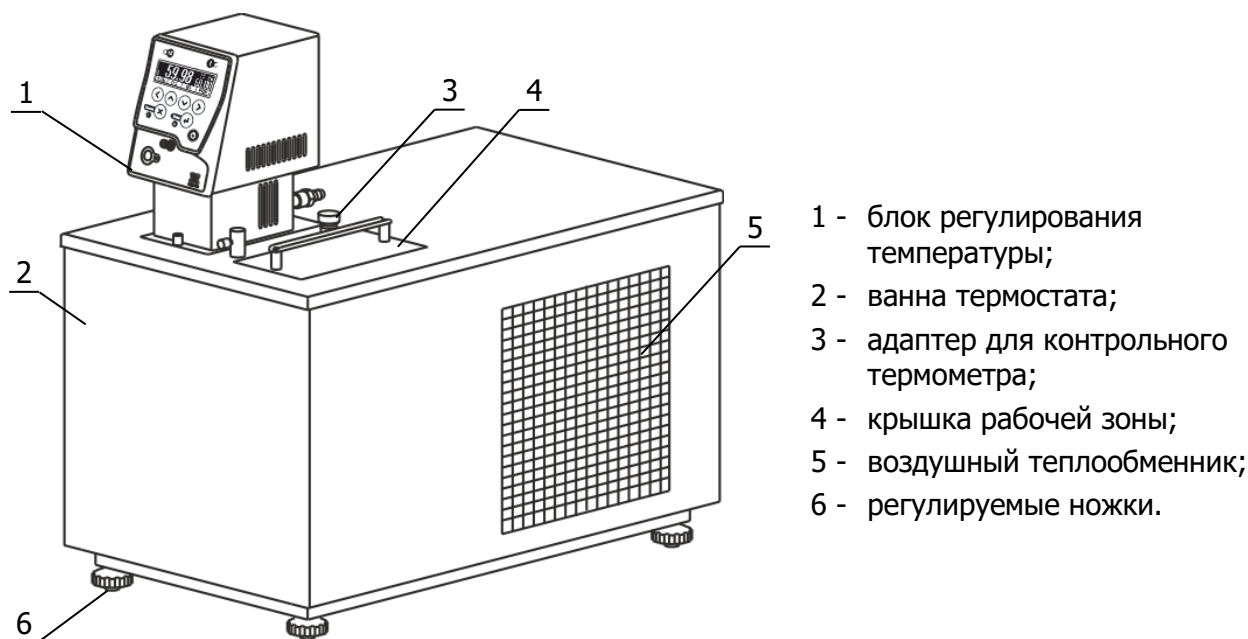

Рисунок 1 — Внешний вид термостата
2.2.2 Установить ванну термостата на горизонтальную поверхность. Добиться горизонтального положения крышки ванны вращением ножек 6 (рисунок 1).
- использовать крышку рабочей зоны 4 (рисунок 1), ограничивающую доступ воздуха к поверхности теплоносителя;
- при помощи пылесоса тщательно очистить от пыли черную оребренную поверхность теплообменника 5 (рисунок 1);